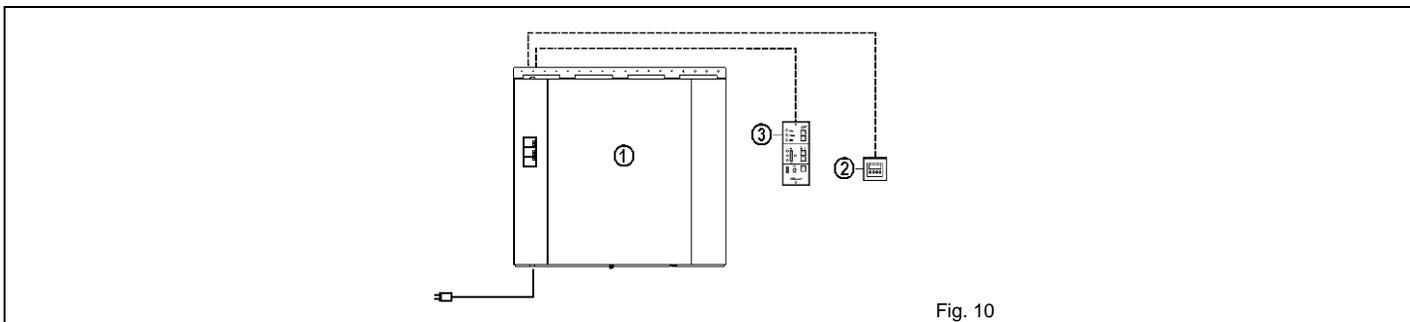

Fig. 10
ELEKTRISKE ARBEIDER (Fig. 10)
For ventilasjon av lokaler i yrkesbygg kan monteres separat ukeur for automatisk veksling mellom dag- og nattdrift (reduisert ventilasjon). Ledning (2x0,22 eller 0,5 mm²) fra ukeur (fig. 10), kobles til rekkeklemme i koblingsboks innvendig i aggregatet.
ELEKTRISKA ARBETEN (Fig. 10)
VR-700 kan förses med ett tidur för automatisk växling mellan dag- och nattdrift (reducerad ventilation). Kabel från tidur kopplas alltid till aggregatets kopplingsplint. (fig. 10), använd (2x0,22 eller 0,5 mm²).
D**ELEKTRISCHER ANSCHLUSS (Fig. 10)****Das WRG-Gerät (1)**
GB**ELECTRICAL CONNECTIONS (Fig. 10)****The unit (1)**
If the unit is installed in commercial buildings, separate week timer for automatic day and night operation (reduced ventilation) may be installed. Cable (2x0,22 mm² leads) from the timer (fig 10) to be connected to terminal block in junction box inside the unit.